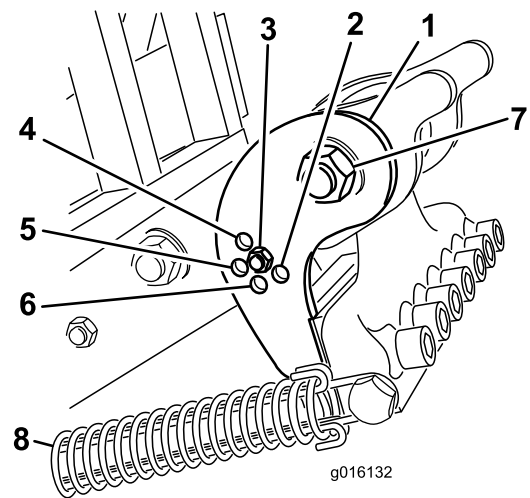

Figure 38
Régalez le support d'inclinaison (Figure 38) à la position correcte selon la longueur des louchets utilisés. La butée de la tête est réglée à l'une de cinq positions prédéterminées en choisissant le trou de boulonnage de la tige de réglage. Ces trous sont prédéfinis seulement ; par exemple, l'utilisation d'un louchet de 25,4 cm à la position 30,5 cm peut vous permettre d'obtenir une finition plus régulière, selon l'application.
3. Décrochez le ressort de la tête d'aération (Figure 38).
4. Retirez l'écrou et le boulon des trous de réglages du support d'inclinaison (Figure 38).